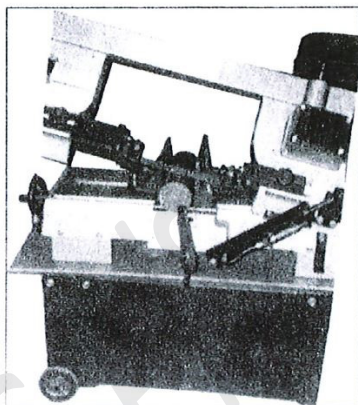

Fig 1.
3. Skub hjulene på akserne og fastgør dem med stifter. Bøj stifterne for at holde dem på plads. (Fig. 1)